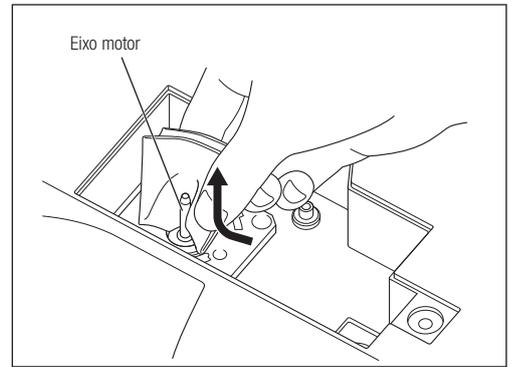

Fig. 56
- Limpe a sujidade e a água do eixo motor de baixo para cima (Fig. 56).